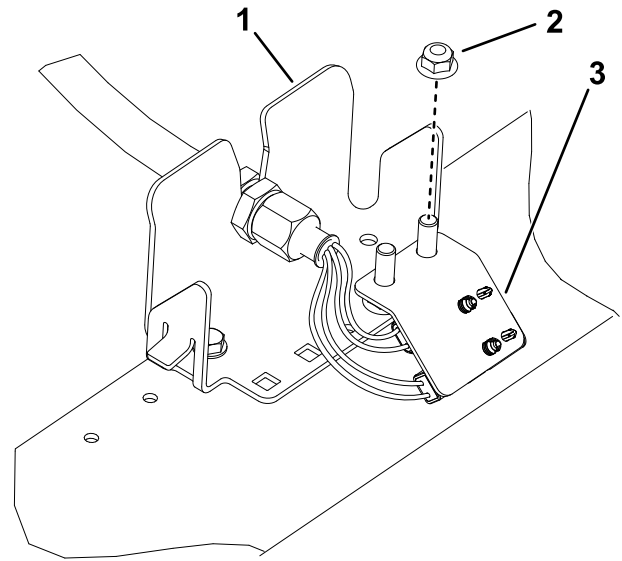
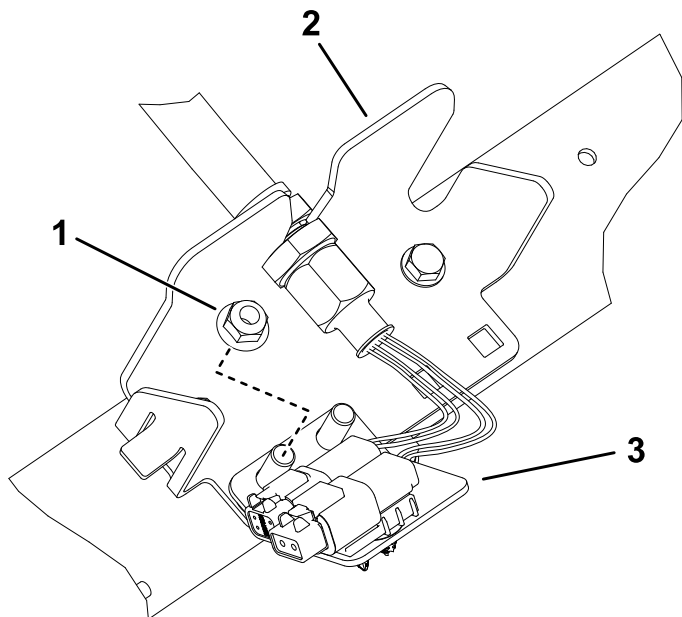

Figura 25
Figura 28
6. Repita el procedimiento en los 4 pasamuros restantes, según lo indicado en las figuras (Figura 25 a Figura 28).